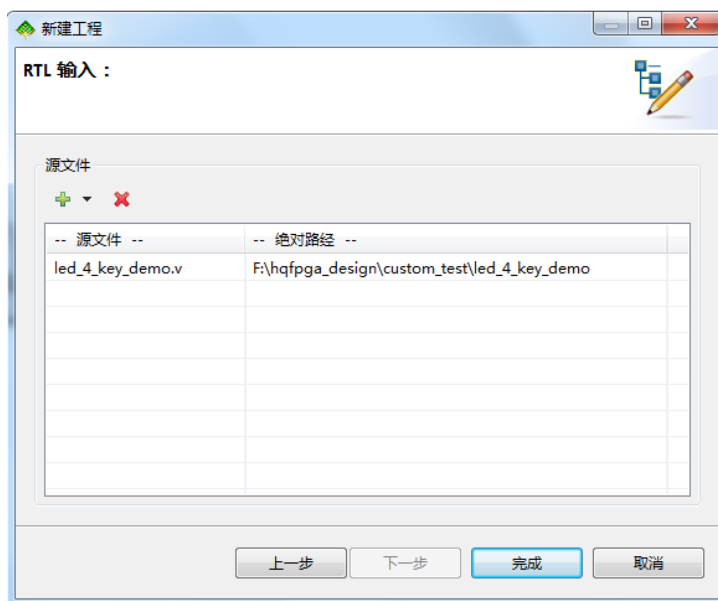

图 4-6 工程创建界面 2
- 2) 在图 4-6 界面中添加我们提供的 verilog 源文件，点击“完成”；